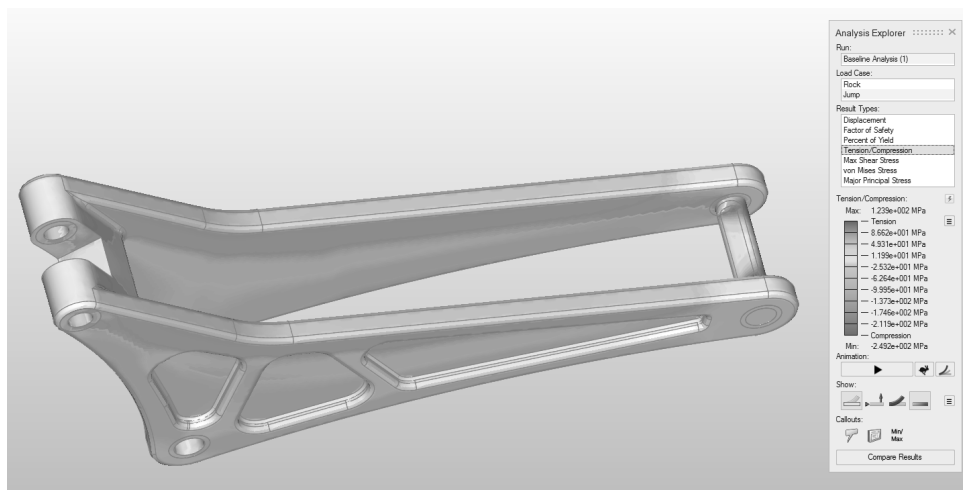

图 8-21
- 1) 选择结果类型下的拉伸与压缩。模型中显示为橙色的区域受到张力影响，绿色区域则受压缩力影响，如图 8-21 所示。